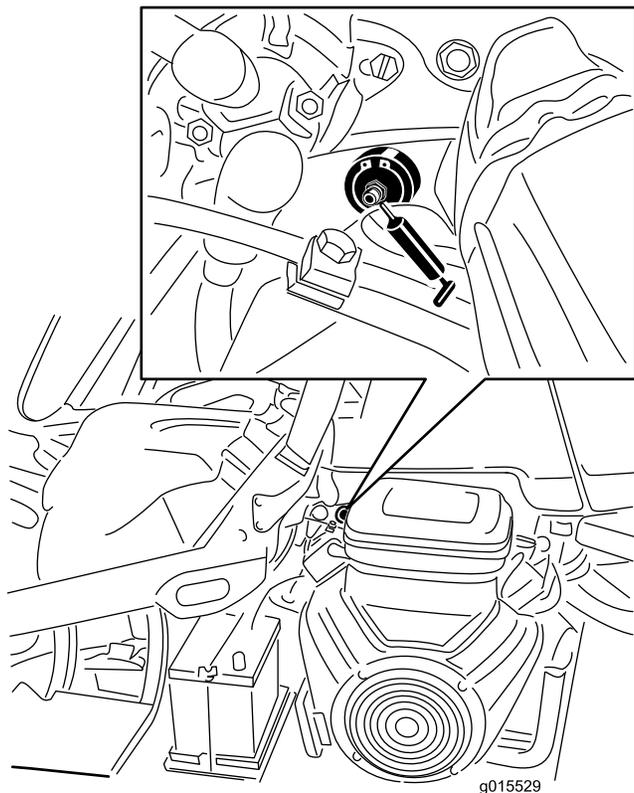

Figure 40
1. Essayez le graisseur pour éviter que des impuretés ne pénètrent dans le roulement ou la bague (Figure 40).